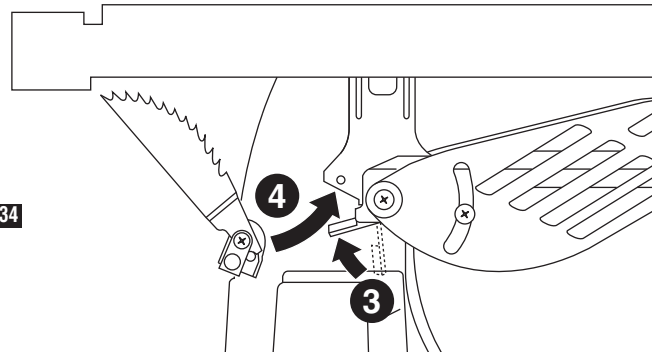

FIG. 34
3. Lock the Main Barrier Guard assembly into place in the same manner as you would attach it to the Riving Knife (Fig. 34).
3. Verrouillez l'ensemble de barrière de sécurité principale en place de la même manière que vous l'attacheriez au couteau principal (Fig. 34).
3. Bloquee el ensamblaje del protector de barrera principal en esa posición de la misma manera en que lo sujetaría a la cuchilla separadora (Fig. 34).